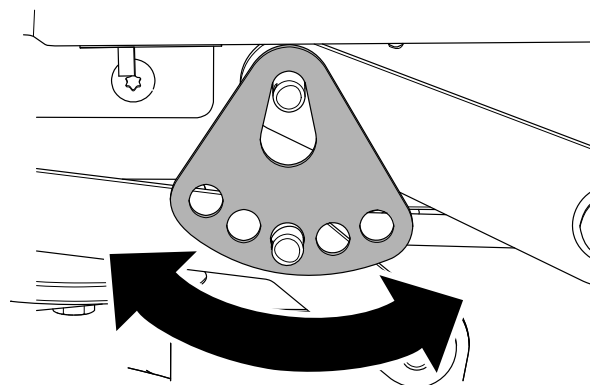

Figure 64
7. Tournez la plaque de hauteur de coupe à un trou différent pour que le poids du tablier de coupe soit soutenu après l'installation de la plaque (**Figure 64**).
8. Installez la rondelle et la goupille fendue (**Figure 64**).